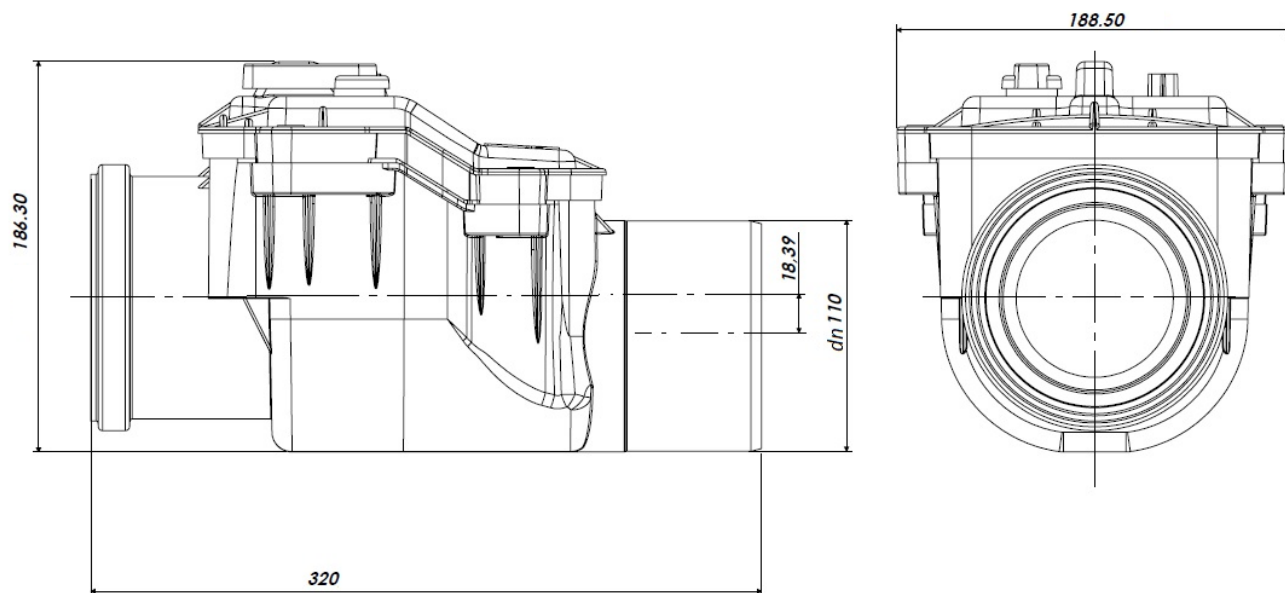

Рисунок 1. Обратный клапан, основные геометрические размеры в мм.
3.2. Геометрические размеры обратного клапана указаны на рис.1.